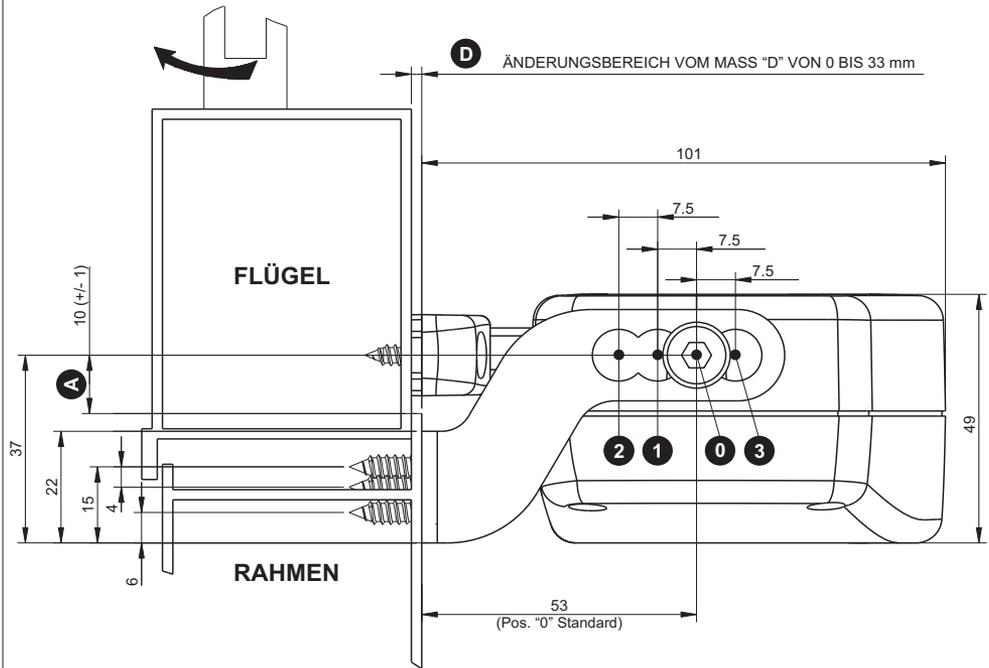

Abb.6b
PRÜFEN, DASS DER ABSTAND "D" ZWISCHEN DEM FENSTERRAHMEN (WO DIE STELLANTRIEBMONTAGE VORGESEHEN IST) UND DEM FENSTERFLÜGEL (WO DIE BEFESTIGUNG DES BÜGELS VORGESEHEN IST) ZWISCHEN 0 mm UND 30 mm FÜR DIE KLAPPÖFFNUNG (SIEHE ABB.6a) UND ZWISCHEN 0 mm UND 22 mm FÜR DIE KIPPÖFFNUNG (SIEHE ABB.6b) EINGESCHLOSSEN IST.
- 5) **Abb.29-** Den Bügel für Kippöffnung nach der Mittellinie des Fensters ausrichten und dabei das Mittelloch der Befestigungsschrauben anwenden. Den Bügel für Kippöffnung beim Maß **E** (**siehe Abb.6b**) positionieren und die Bohrungspunkte
- 8) **Abb.33-** Die Stellung vom Stellantrieb mit Rücksicht auf den Bügel zur Befestigung am Fenster (**siehe Abb.6b**) auswählen und das Kettenendstück zum Bügel für Kipfenster verbinden;